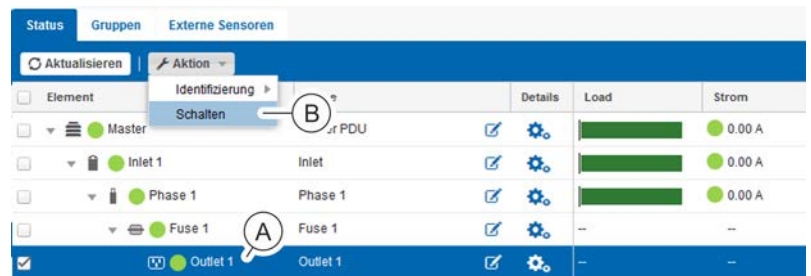

Abb. 140: Menü "Status" – Registerkarte "Status"
2. ➔ In der Registerkarte "Status" die gewünschte Steckdose auswählen (Abb. 140/A).
3. ➔ Über „Aktion ➔ Schalten“ (Abb. 140/B) das Fenster "Schalten" aufrufen.